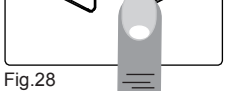

Fig.28
**GIORNO:** premere la zona touch dei GIORNI e con i tasti ◀ e ▶ impostare il GIORNO attuale (Fig.28).